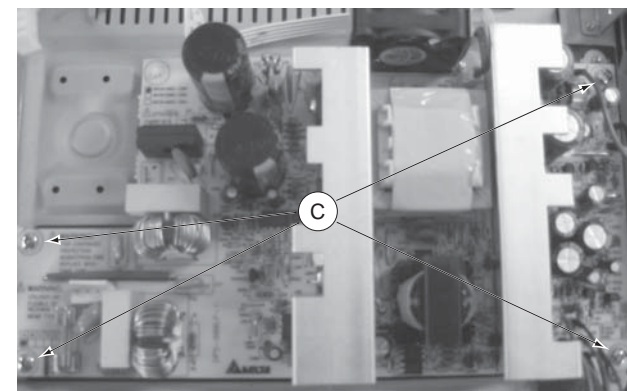

Figura 6
2) Solte os 4 parafusos “C” superiores do Painei Power como mostra a figura 6.